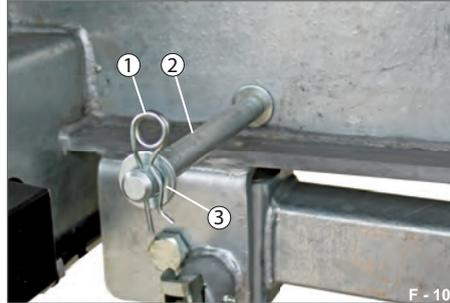

Abb. 93 Halterung, Unterlegkeil
- ▶ Scheibe (Abb. 93/3) auf den Haltebolzen (Abb. 93/2) stecken.
- ▶ Federstecker (Abb. 93/1) in die Bohrung des Haltebolzens stecken. Die Sicherungselemente sind gegen Verlust gesichert.
- ▶ Unterlegkeil auf den Haltebolzen (Abb. 93/2) stecken.
- ▶ Federstecker (Abb. 93/1) in die Bohrung des Haltebolzens stecken, so dass der Unterlegkeil fest sitzt.